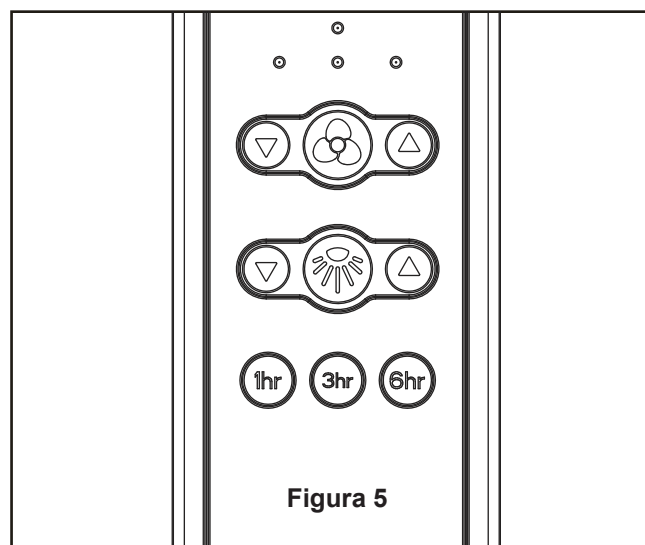

Figura 5
4. Una vez realizadas las conexiones, los cables deben ser colocados de forma extendida poniendo el conductor de la toma de tierra y el conductor de toma de tierra del equipo a un lado de la caja, colocando el conductor sin toma de tierra en el otro lado de la caja, luego gire los conductores hacia arriba y, con cuidado, colóquelos dentro de la caja de salida; con los conductores blancos y verdes hacia un lado y los conductores negros hacia el otro. (Figura 5)
### 5. Funciones del control remoto: (Figura 5)